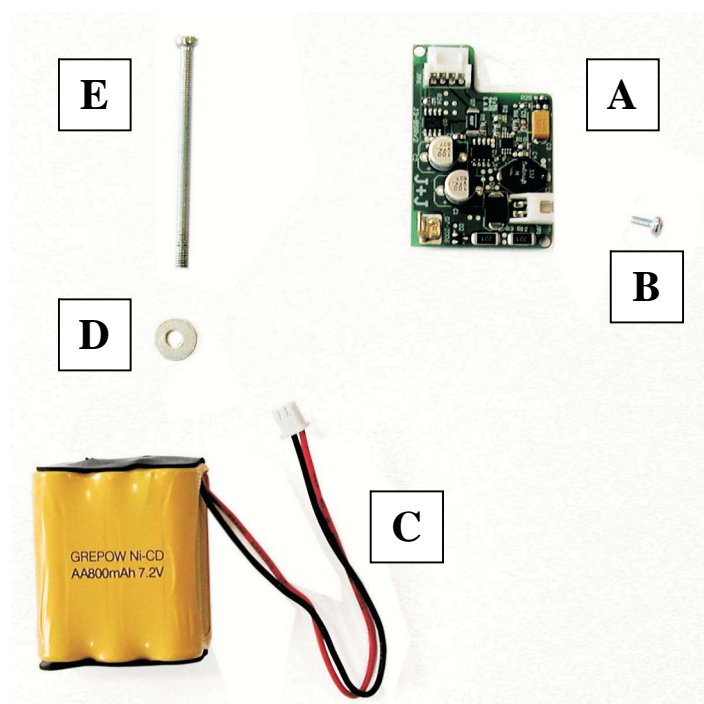

FIGURA 1
- **Verifique que el kit está compuesto por todos los elementos que se observan en la Figura 1.**